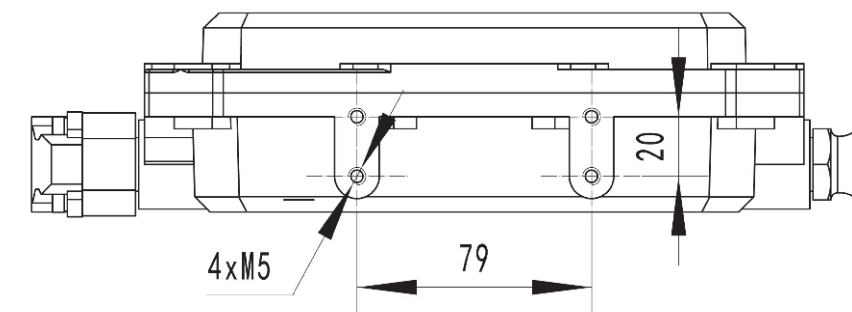

图 1 安装尺寸
2.9 安装方式及安装尺寸：支架固定安装，固定孔及螺纹孔如图1所示：